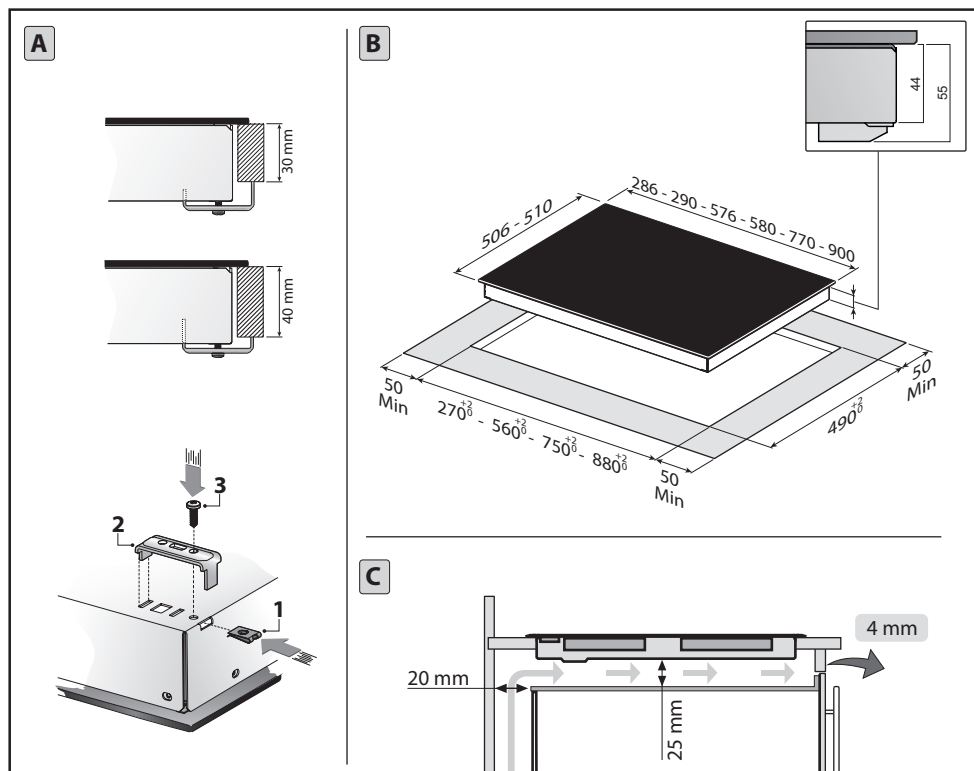

Fig.1
• Posizionamento (Fig.1):
• Aufstellung (Abb.1):